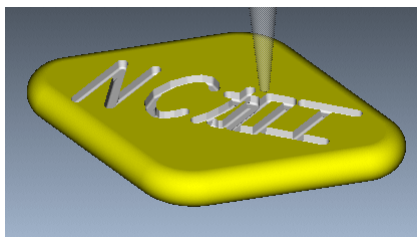

图 3.7.10 加工仿真
Step1. 在“雕刻”操控板中, 单击 **仿真** 按钮, 系统弹出“VERICUT 7.1.5 by CGTech”窗口, 单击 **运行** 按钮, 运行结果如图 3.7.10 所示。